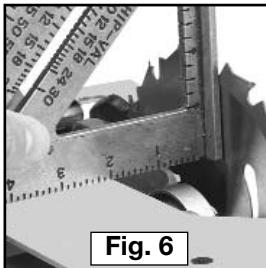

Fig. 6
- Invierta la sierra, retire (abra) el protector telescopico y revise que el disco esté recto (Fig. 6).